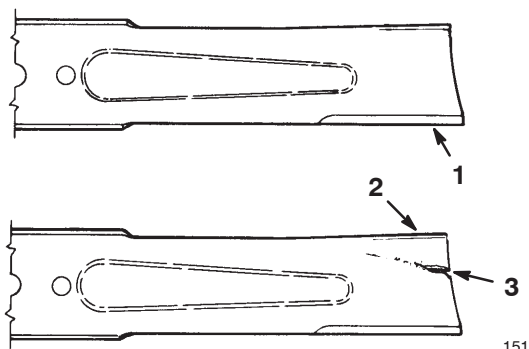

Bild 33
2. Untersuchen Sie die Schnittkanten (Bild 33). Bauen Sie, wenn die Kanten nicht scharf sind oder Kerben aufweisen, die Schnittmesser aus und schärfen Sie sie. Siehe „Schärfen der Messer“ auf Seite 32.
3. Untersuchen Sie die Schnittmesser, insbesondere den gebogenen Bereich (Bild 33). Montieren Sie, wenn Sie Schäden, Verschleiß oder Rillenbildung in diesem Bereich feststellen (Bild 33), sofort ein neues Schnittmesser.